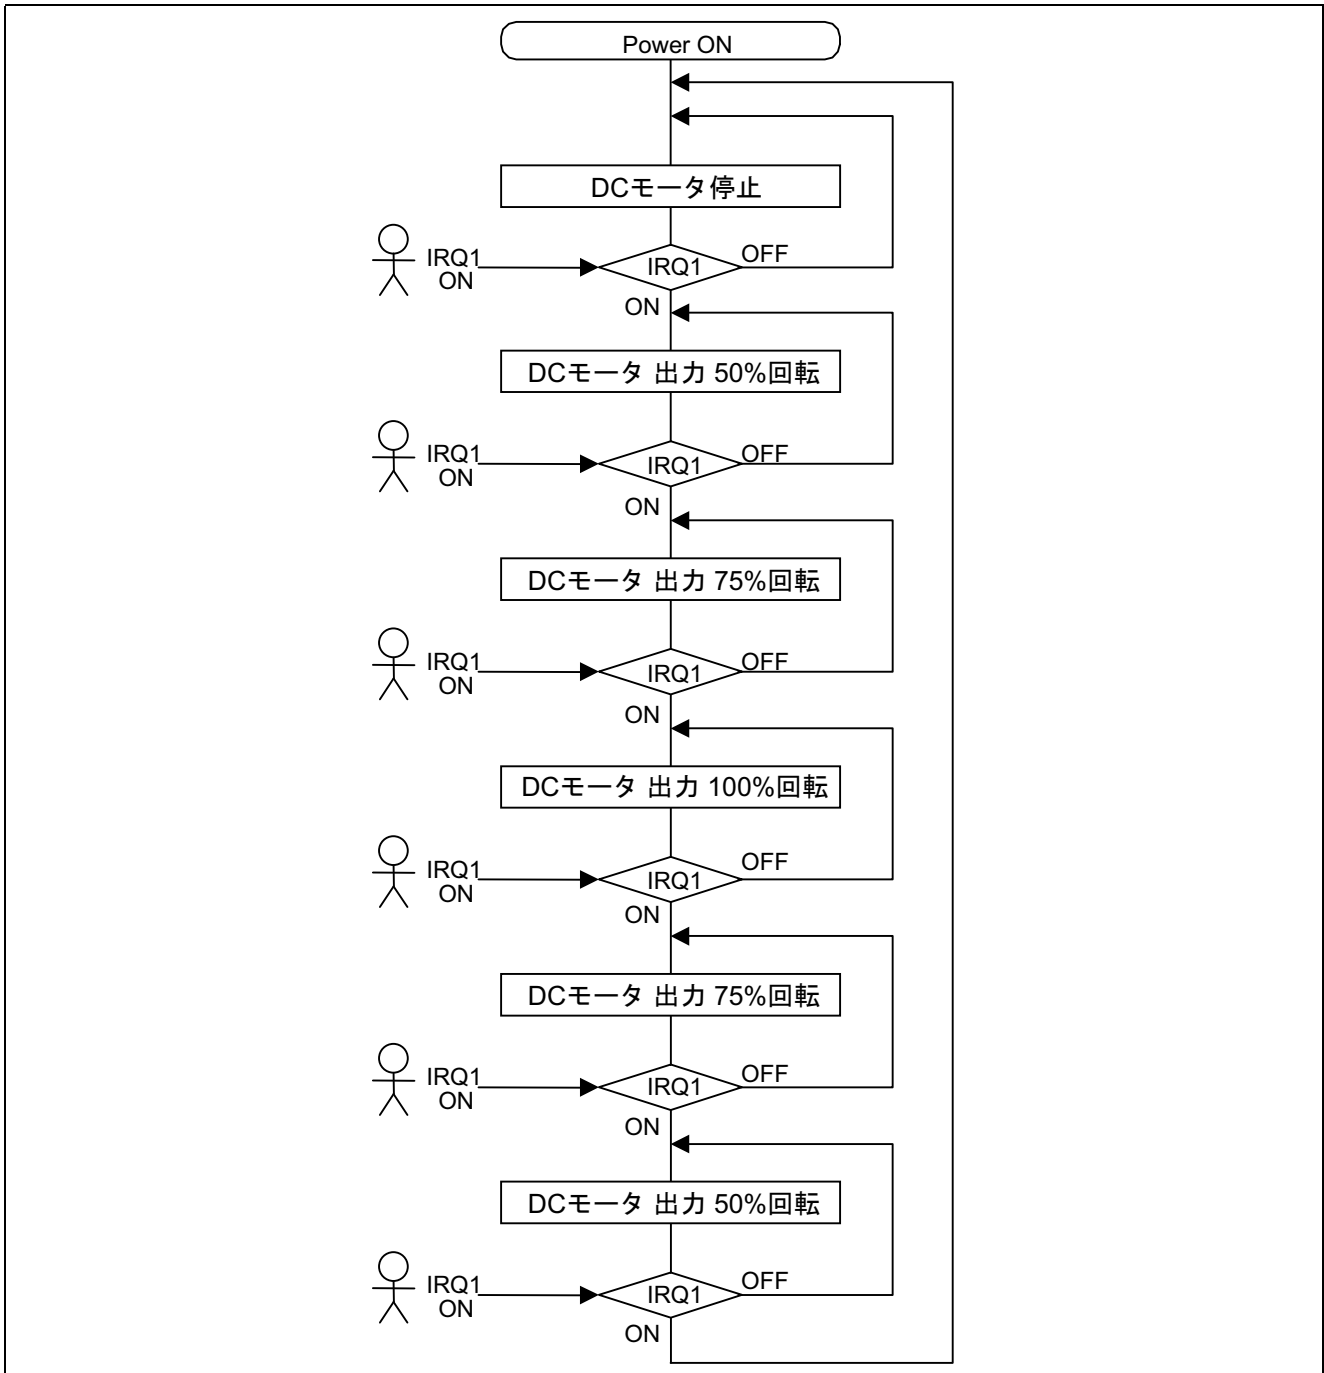

図5 ブラシ付き DC モータ制御のフローチャート
3.2 ブラシ付き DC モータ制御のフローチャートを図 5 に示します。